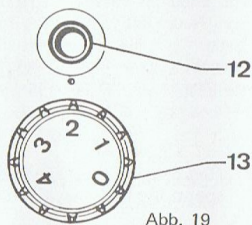

Abb. 19
16. Stichlängeneinstellung und Rückwärtsnähen (Abb. 19)